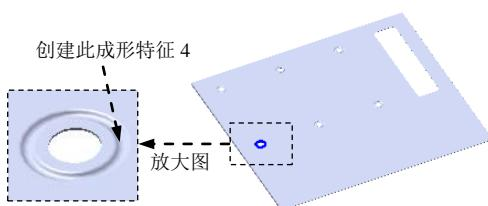

图 17.10.70 创建成形特征 4
Step16. 创建图 17.10.70 所示的成形特征 4，详细操作过程参见 Step12。